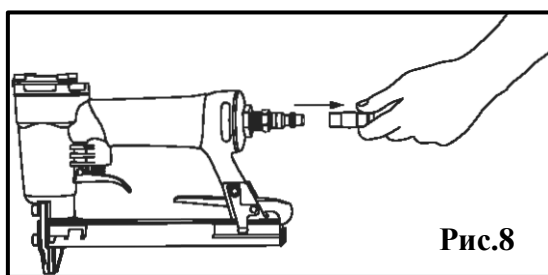

Рис.8
Рис.8а
- Отсоедините инструмент от воздушного шланга Рис.8, полностью освободите магазин спустите воздушное давление и оставьте магазин открытым, как описано выше.
- Удалите застрявшие скобы снизу, используя пассатижи, если необходимо Рис.8а.